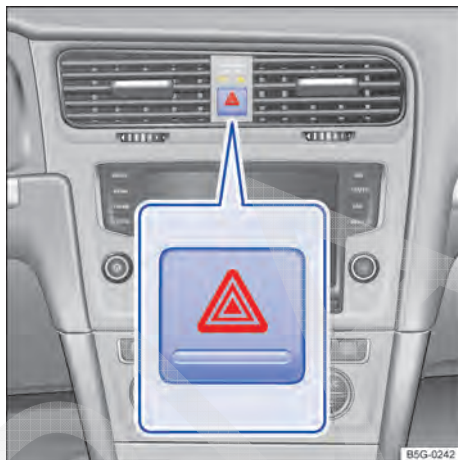

Fig. 29 Na parte superior do console central: botão das luzes de advertência.
2. Ligar as luzes de advertência com o botão  → Fig. 29.